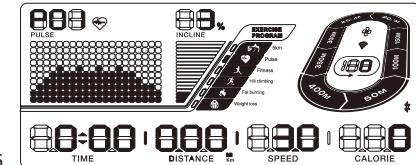

图25
1. 按下面板上心跳程序键[2],起始速度3公里/小时,起始坡度为3%。最高速度12公里/小时,最高坡度5%。(图25所示)。
2. 我们为您在面板上设置了心跳训练程式快捷键[2]。(图25所示)